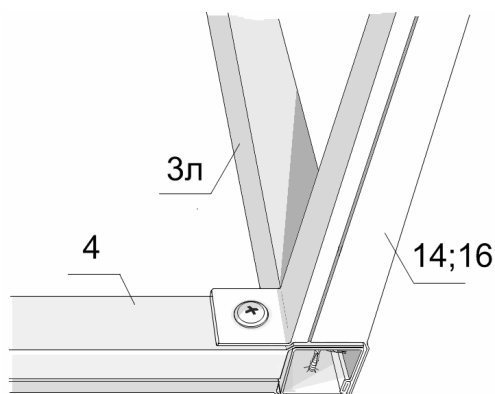

Рис.12
3.8.2. К нижней обвязке торца №4 -5 и удлинению арки №3 присоедините нижний стрингер №14, отогнув пассатижами одну боковую полку (рис. 12).